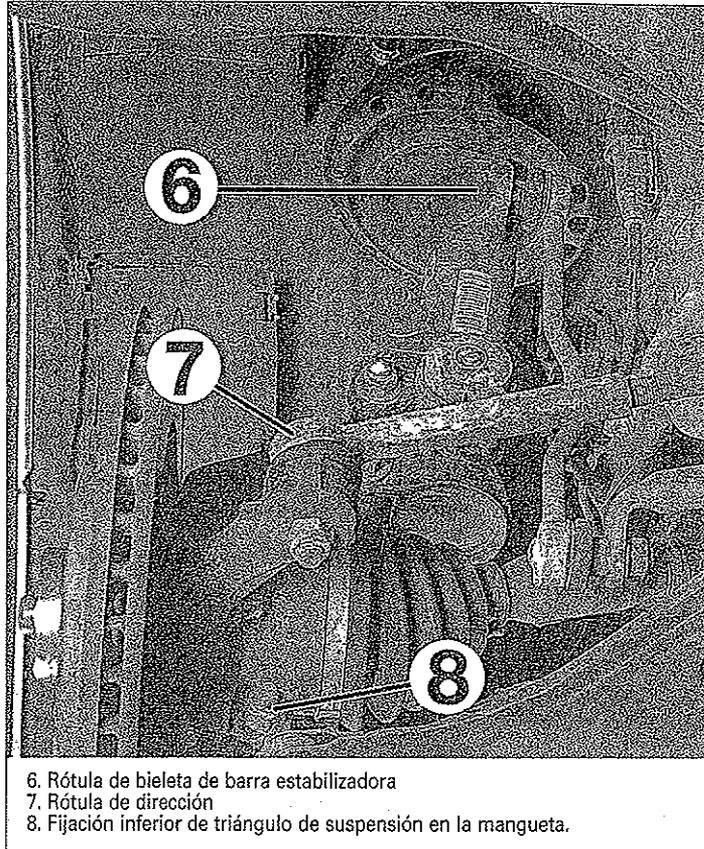

FIG. 2
- Desenroscar la rótula (6) de la bieleta de barra estabilizadora y extraerla del amortiguador (fig. 2).
- las rótulas (6) de barra estabilizadora del amortiguador (fig. 2).
- las rótulas de dirección de las manguetas (7).
- las rótulas de los triángulos inferiores en las manguetas (8) (fig. 2).